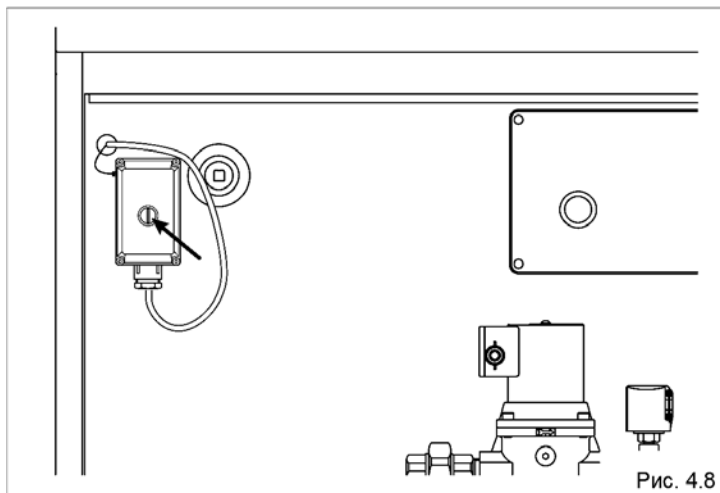

Рис. 4.8
- Снимите колпачок с термостата дымовых газов (Рис. 4.8)